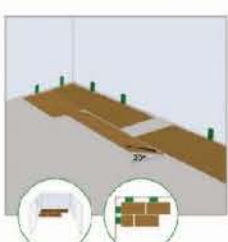

Рисунок 10
11. Далее продолжается формирование второго ряда без торцевого (по короткой стороне) защелкивания при помощи следующей доски. (см. рис. 10). Здесь и далее показана укладка панелей слева-направо.